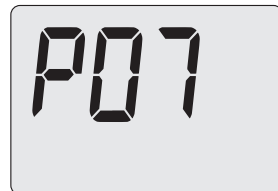

Figura 5.21
- Scorrere i vari parametri utilizzando i tasti 12 o 13 fino a far apparire sul display LCD codice **P07**, indicante l'entrata nel "parametro P07" (Figura 5.21).
- Premendo il tasto 12 o 13 (Figura 5.19) si ottiene la conferma del valore inserito e si ritorna alla lista parametri Figura 5.21.